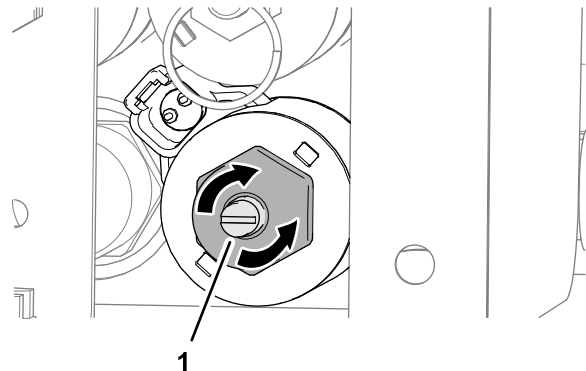

Figura 33
1. Rode o parafuso de cabeça sextavada da sobreposição da válvula no sentido dos ponteiros do relógio para aumentar a velocidade de deslocação (Figura 33).